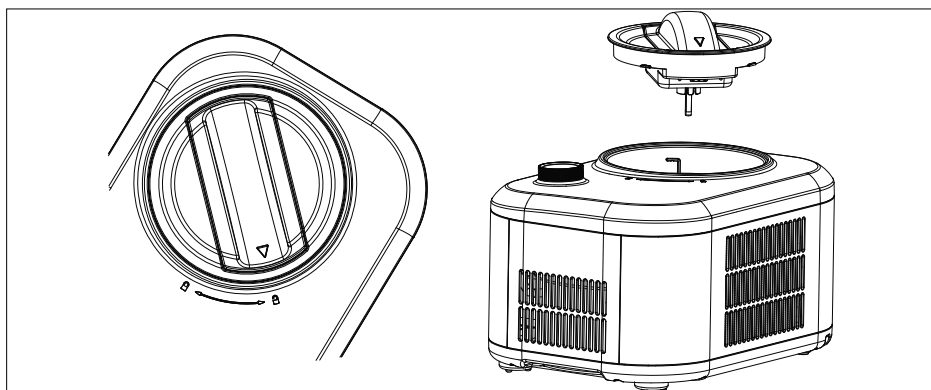

Fig. 9
- ▶ Déverrouillez le couvercle en le tournant dans le sens  (voir fig. 9).